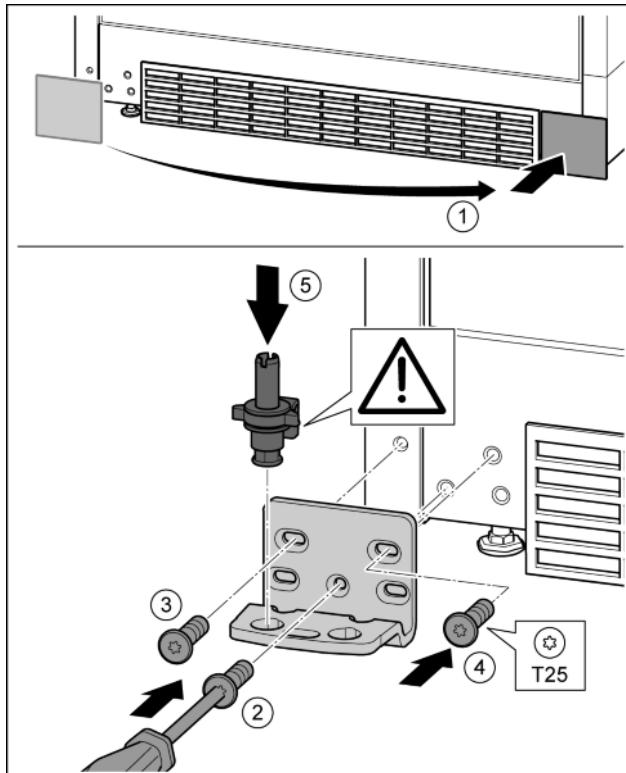

Fig. 15
- ▶ Abdeckung abnehmen und auf der anderen Seite anbringen. Fig. 15 (1)
- ▶ Lagerbock auf der anderen Seite ansetzen und mit Hilfe eines Schraubendrehers T25 anschrauben. Mit Schraube 2 unten in der Mitte beginnen. Fig. 15 (2)
- ▶ Schraube 3 und 4 festschrauben. Fig. 15 (3, 4)
- ▶ Lagerbolzen komplett einsetzen. Dabei darauf achten, dass der Rastnocken nach hinten zeigt. Fig. 15 (5)